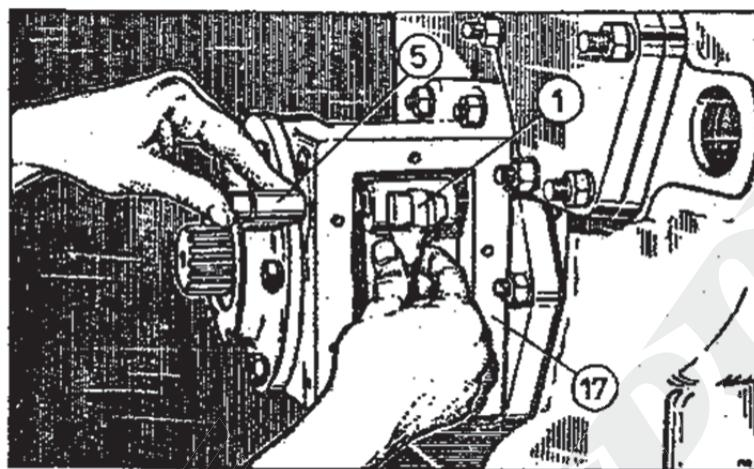

Рис. 2-56. Установка вилки 1 в канал переключающего блока и установка валика 5 через отверстие в корпусе 17 а отверстие в вилке 1.
2. Вложить вилку I в канал переключающего блока 37 в узле IV валика и просунуть валик 5 через отверстие в корпусе и через отверстие в вилке I /рис. 2-56/.